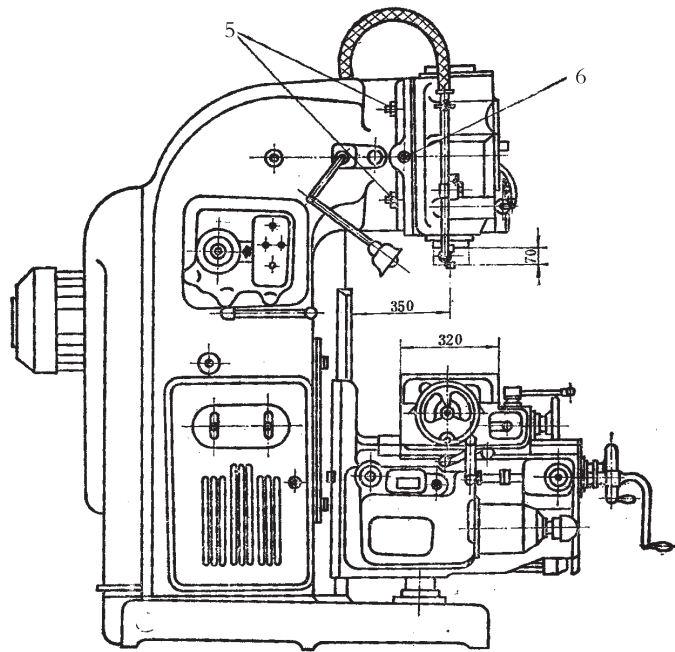

图2-46 X52K立式升降台铣床
(2) X52K型立式铣床的操作。X52K型立式铣床是一种常见的立式升降台铣床。其规格、操纵机构、传动变速情况均与X62W铣床相同。主要不同点是：X52K型铣床的主轴位置与工作台垂直，安装在左右可以回转的铣头体内；X52K型铣床没有回转盘，工作台不能调转角度。
①工作台的纵向手动进给操纵。图2-46中，1是工作台纵向手动进给手柄（有两个），一个在工作台丝杠的左端，另一个在工作台的右前方，这样可在不同的位置对机床进行操作。
③立铣头调整角度的调整。立铣头座体上刻有左右45°的刻度，可使主轴轴线按其刻度左右回转45°，主轴轴线的零位由定位销4定位。需要转动立铣头角度时，首先拔出定位销4，松开紧固螺钉5，转动手柄轴6，调转立铣头主轴轴线至要求的角度，再将螺钉5紧固（见图2-46）。